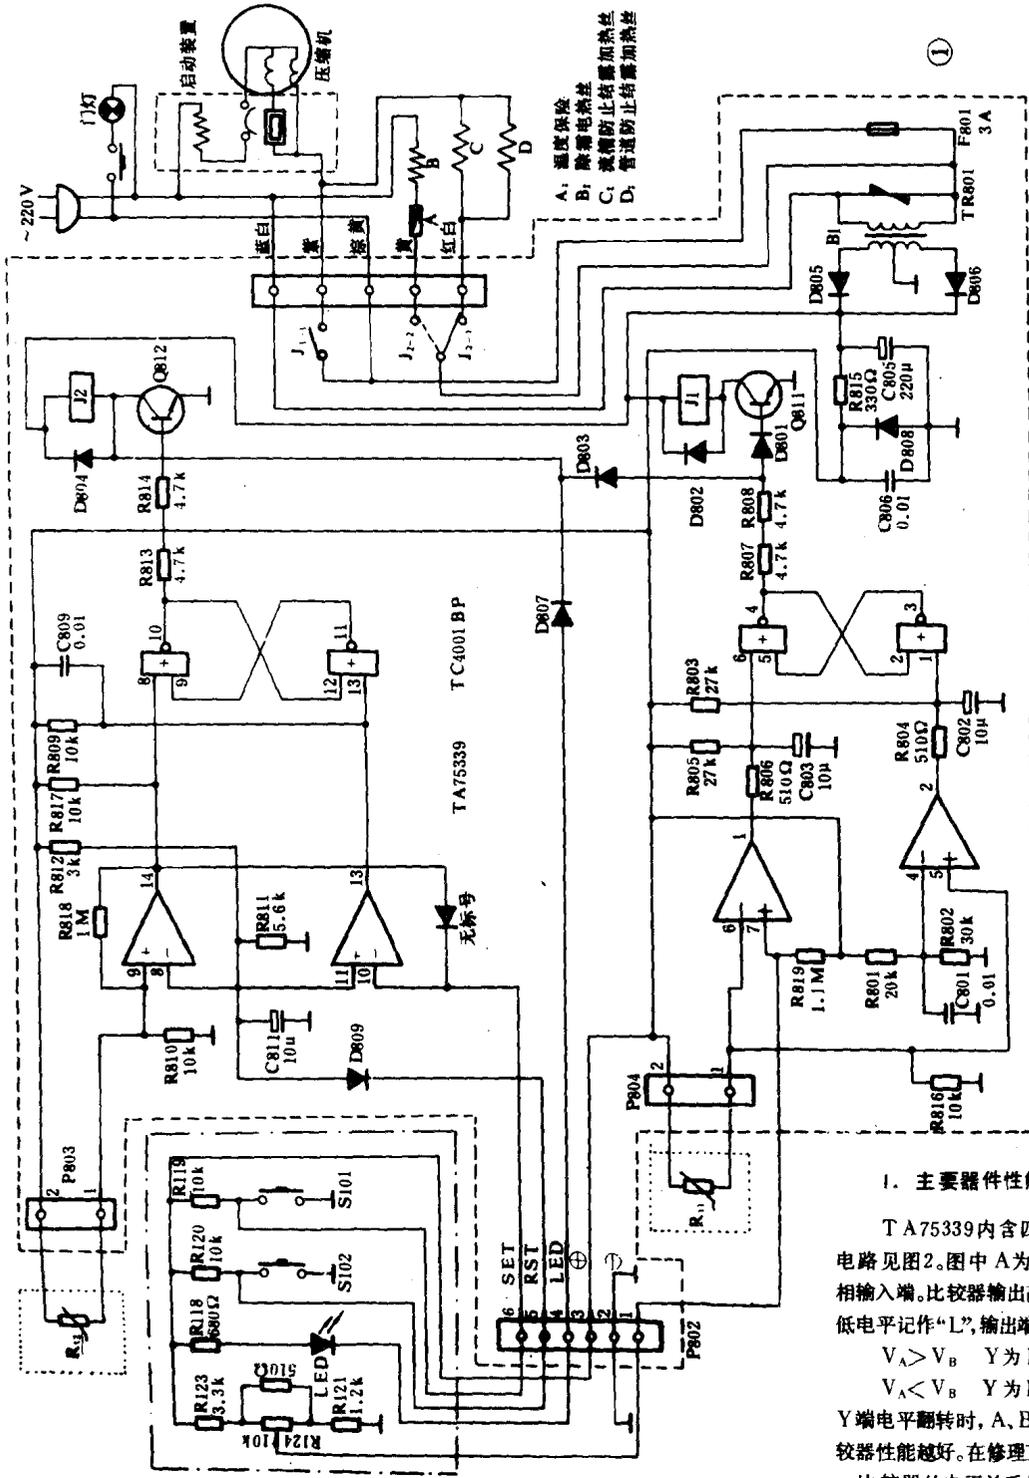

图1是东芝GR-205E(G)电冰箱电子温控电路原理图,整个电路由主电路、控制电路和感温器件三部分组成。
分析检修:该机电路与日本东芝1421型电视机相似,均采用TA7193P解码集成电路。首先测TA7193P⑩脚电压为零(正常值在2V至10V之内变化)。该脚外围元件与内部电路构成了色饱和度控制电路。调节色饱和度旋钮时⑩脚电压还是零。查⑩脚外围元件都正常。用一只20kΩ电阻接在⑩脚与地之间,荧屏有不同步的彩色横条,这时⑩脚电压在2V至10V之间变化,彩色横条信号也能控制,说明彩色控制电路工作正常。但⑨脚为6.9V(正常值为8.5V),⑪脚为7.2V(正常值为8.5V),两脚电压不相等,据此可断定色同步信号与色副载波不能锁定,造成消色电路动作,引起无彩色。经检查是由于外围元件R519(27kΩ)变为无穷大(参阅图1)。换新件后故障排除。
此类故障原因多为：卷带力矩不平衡，卷带力矩不足，卷带轮间断转动(甚至不转动)，主导轴与压带轮不平行，磁带本身质量差等。检修此类故障时，要首先取出盒带及缠绕的磁带。当缠带不严重时，可先按下停止键，然后再按倒带键，使缠绕在主导轴、压带轮上的磁带顺利地卷入带盒内，且可不损坏缠绕过的磁带，方便地将磁带从录音机内取出。当缠带严重时，上述取带办法无效，要设法打开带盒仓，有时按下出带键，便可打开带盒仓，此时，可先引出一些带盒内的磁带，并将盒式磁带取出，然后处理留在带盒仓内的缠绕磁带。一般是借助镊子小心谨慎地将缠绕在主导轴、压带轮上的磁带作试探性的挑开、松动，小心解开缠绕的磁带，同时，可将压带轮作反向(与走带转动方向相反)转动，以方便解开缠绕的磁带。有时虽按下出带键，但带盒仓无法打开，此时应设法打开录音机的机壳，通常应尽可能打开后机壳，然后按下收音走带键，并用手按逆时针方向旋转飞轮，使缠绕的磁带渐渐解开。对那些打开后机壳仍不能直接碰到飞轮的收录机，则可反向拨动电机与飞轮之间的传动橡胶带。当后机壳也无法打开时，则只能设法打开前机壳。事实上，因带盒仓是装配在前机壳上的，而在带盒仓不能打开的情形下，前机壳也就无法打开了。因此，通常是多次反复地按出带键、走带键及停止键，同时，力争用手将带盒仓撬开5mm以上的缝隙，然后用断锯条做的小钩刀(如图1)挤入带盒仓内，轻轻钩断缠绕在主导轴、压带轮上的磁带。对于残余磁带的清除一定要做到完全彻底，以免引起再度缠带或其他故障。对于断磁带，可按图2所示方法用白色(或透明)胶带进行拼接。注意，上述取带过程应在切断录音机电源的情况下进行。